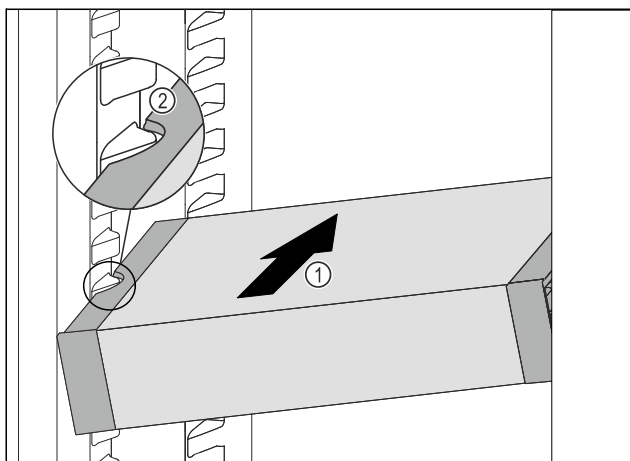

Fig. 99
- ▶ Вдвигайте VarioSafe под наклоном в холодильное отделение Fig. 99 (1), пока боковые выемки Fig. 99 (2) VarioSafe не окажутся на высоте выступа резервуара в холодильном отделении.